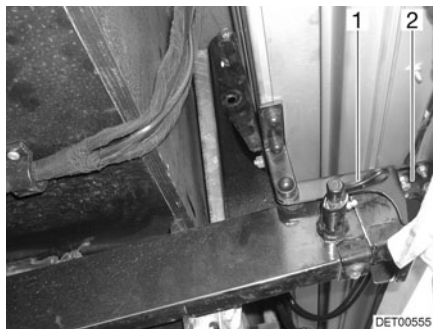
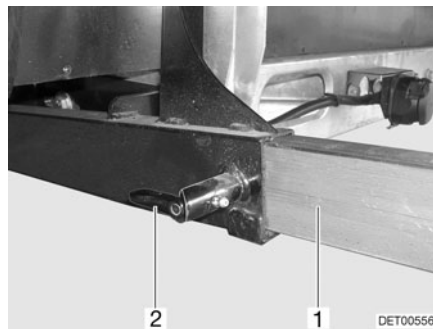

Fig. 3 Bloqueo en el dispositivo de extracción, desbloqueado
Fig. 4 Bloqueo en el dispositivo de extracción, bloqueado
- Girar el pestillo con muelle (Fig. 3,1) de cada lado media vuelta y dejar que engatillen en la posición de bloqueo (Fig. 3).
- Extraer el soporte para cargas (Fig. 3,2) hasta el tope sin ladearlo.
- Girar el pestillo con muelle de cada lado media vuelta de regreso y dejar que engatillen (Fig. 4).
- Girar el pestillo con muelle (Fig. 4,2) de cada lado media vuelta y dejar que engatillen en la posición de bloqueo (Fig. 3).
- Introducir el soporte para cargas (Fig. 4,1) hasta el tope sin ladearlo.